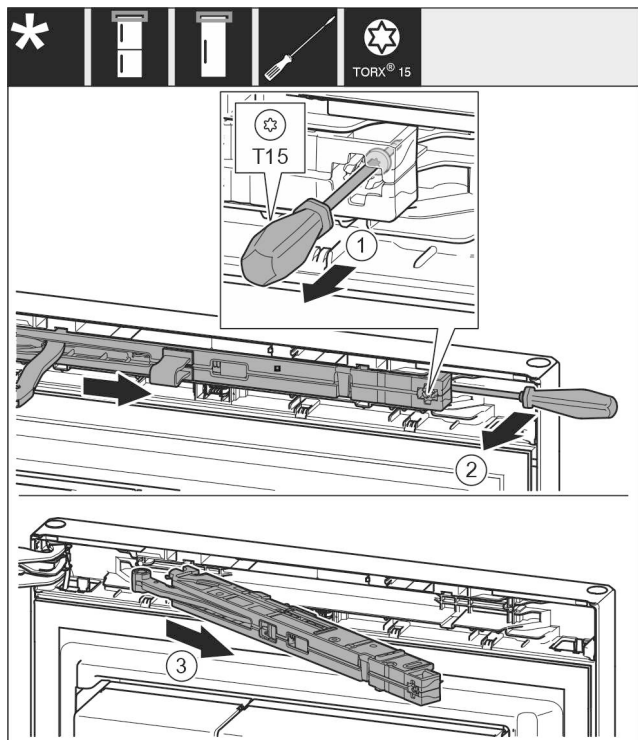

Fig. 12
- Oldja ki a csavart Fig. 12 (1) a zárászcillapító egységen 14 mm méretű csavarhúzóval.
- Emelje ki a zárászcillapító egységet Fig. 12 (2) a fogantyú felőli oldalon csavarhúzó segítségével felfelé.
- Húzza ki a zárászcillapító egységet Fig. 12 (3).